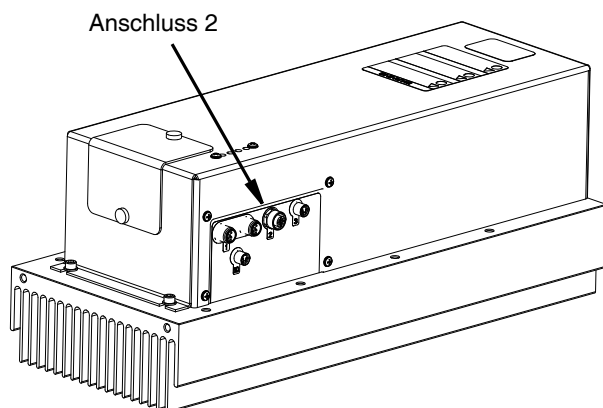

ABB. 8
3. Die mit „Closed“ beschriftete Luftleitung vom Dosierventil-Schnittstellensatz (Anschluss 2 am MCM) mit der mit „Closed“ beschrifteten Luftleitung am dynamischen Voltex Mischventil verbinden. Siehe ABB. 8.